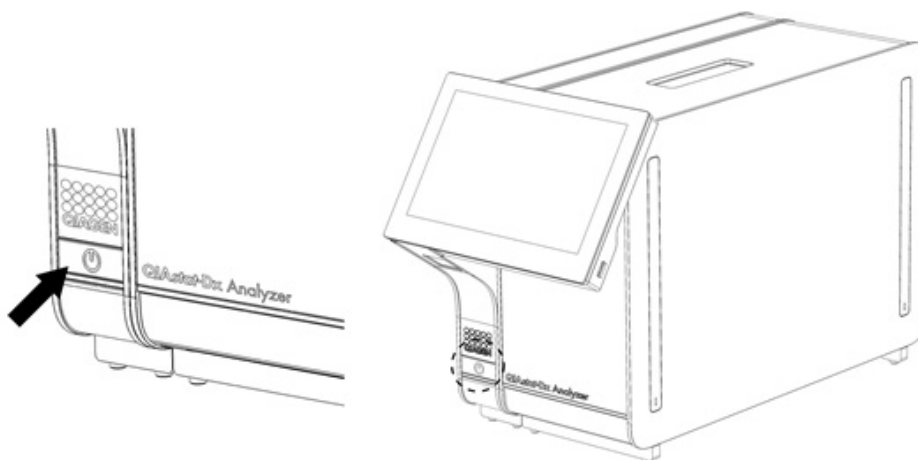

Figura 22. Apăsarea butonului ON/OFF (PORNIT/OPRIT) pentru pornirea instrumentului.
1. Apăsăți butonul ON/OFF (PORNIT/OPRIT) din partea din față a QIAstat-Dx Analyzer 2.0 pentru a porni aparatul (Figura 22).